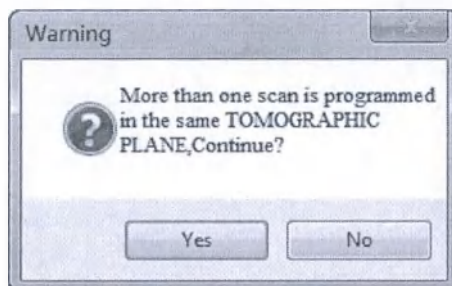
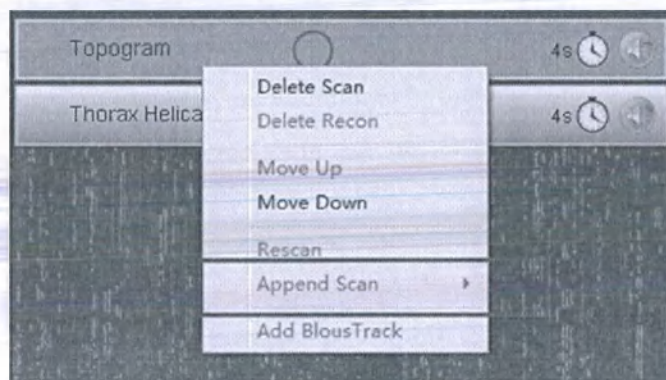

Рисунок 59 Предупредительное окно повторного сканирования
Рисунок 60 Дополнение сканирования
2. Щелкните правой кнопкой мышки и в контекстном меню нажмите [Повторное сканирование] [Rescan] (см. рис. 60). Если выбранный протокол сканирования включает несколько видов сканирования, то появится окно с предупредительным сообщением: «Более одного сканирования запрограммировано в той же томографической плоскости, продолжить?» (см. рис. 59). Нажмите да (Yes), чтобы продолжить, или нет (No), чтобы отменить повторение сканирования.
2. Щелкните правой кнопкой мышки и в контекстном меню нажмите [Добавить сканирование] [Append Scan] (см. рис. 60).